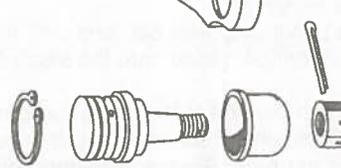

FIGURA 2
9. Presione la articulación de rótula nueva hacia adentro hasta que esté firmemente asentado en el brazo de suspensión. Instale el anillo de resorte que se suministró. Ver Figura 2.